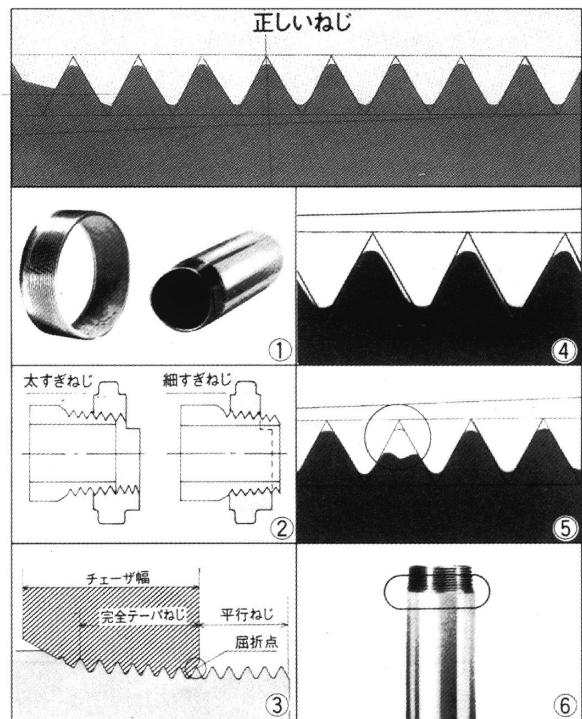

図45
① 多角ねじ(図45①)
④ 切られたねじの山ヤセ (図45④)
⑤ 切られたねじの山欠け (図45⑤)
⑥ パイプに対してのねじの偏肉切れ (図45⑥)